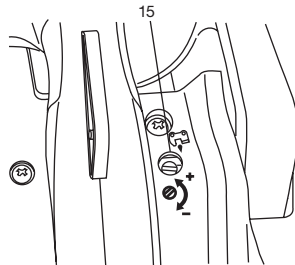

Fig. 9
Tourner la vis ajustant (15) counterclockwise pour augmenter la quantité et le tourne dans le sens des aiguilles d'une montre pour diminuer la quantité. (Fig. 9)